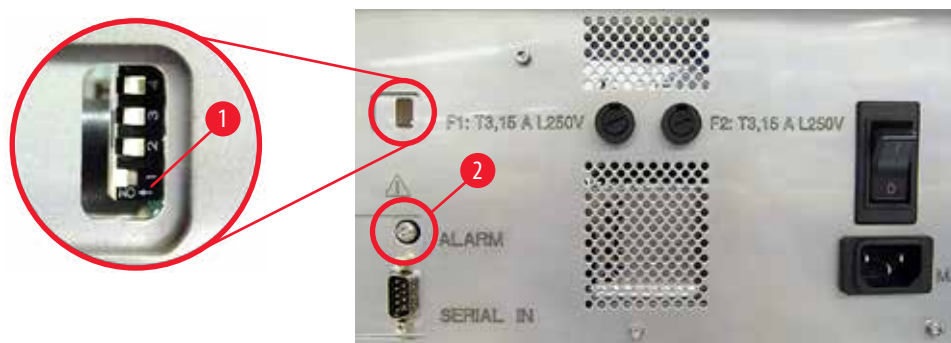

图 40
- » 若要禁用蜂鸣器，将最底端的开关 (→ "图 40-1") 推到右侧 (→ "图 40")。